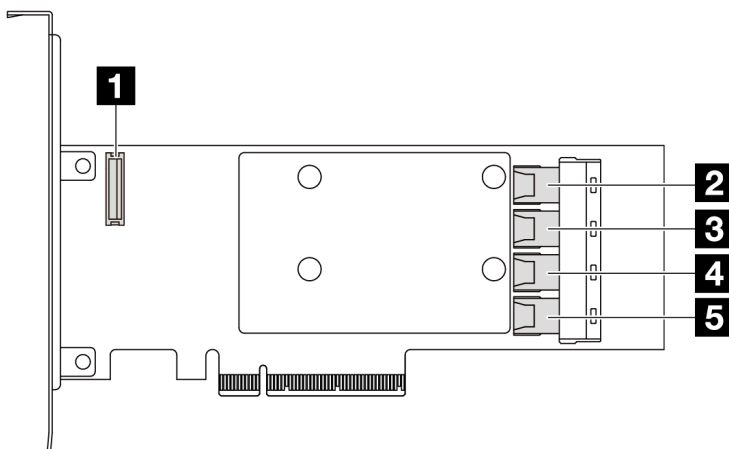

Figura 297. Um adaptador RAID/HBA Gen 3 16i SFF (quatro conectores de porta)
- Figura 297 "Um adaptador RAID Gen 3 16i SFF (quatro conectores de porta)" na página 295